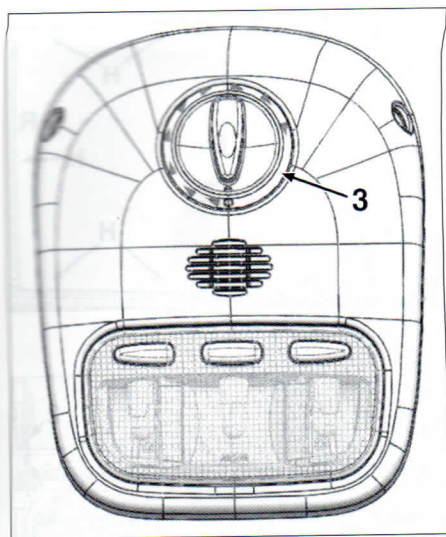

FIG. 67
Conectar el mando de la consola de techo (3) de 9 posiciones (fig. 67).